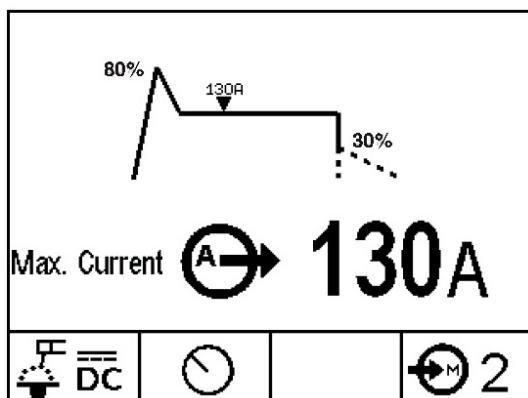

Figure B.4a
- Elektrode (Stick) zie ook Figuur B.4a